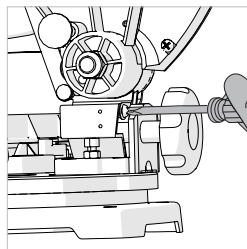

Рис. 10
- Ослабьте винт указателя вертикального угла, используя отвертку с крестообразным шлицем № 2 (**рис. 10**).